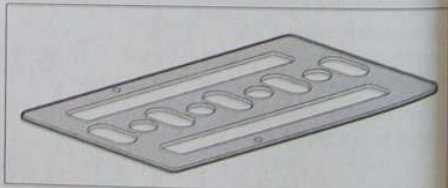

FIG.44
- Poser les coussinets de tourillon avec le gabarit PSA 0194.Q (Fig.44) sur le carter des chapeaux de paliers.